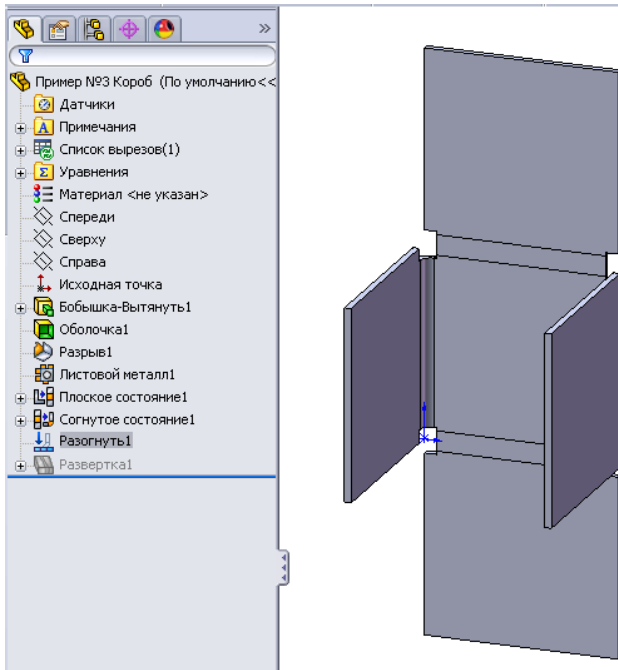

Рисунок 9.54 - Неповне розгорнення листової деталі Короб
11. Натиснемо кнопку **ОК** і одержимо неповне розгорнення листової деталі Короб (рис. 9.54).